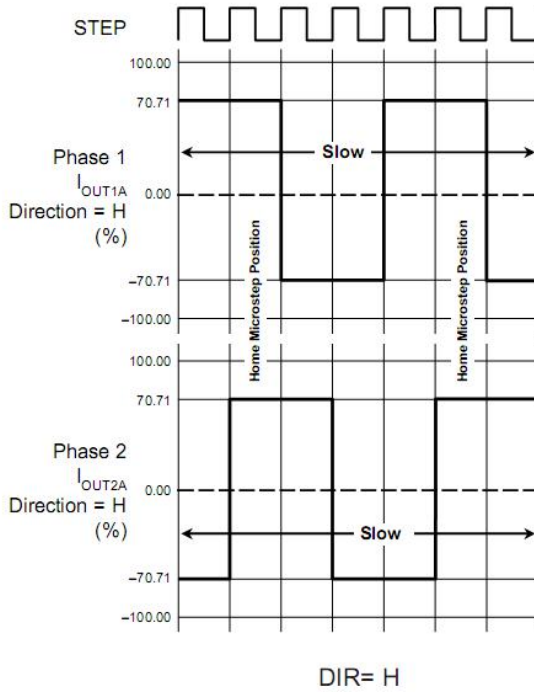

Figure 8. Decay Mode for Full-Step Increments
在上电或复位时,译码器将DAC和相电流的极性设为初始的Home状态(如图8~11所示),且两相的电流调节器均工作在混合衰减模式。当一个步进信号进入STEP端口,译码器自动将DAC排序进入下一电平和电流极性。(表2给出了电流台阶顺序)。微步细分精度由MS1和MS2输入组合确定,如表1所示。
**混合衰减操作:**当上电复位后正常工作时,根据ROSC的配置和步进顺序,H桥工作于混合衰减模式,如图8~11所示。在混合衰减期间,当达到预定值时,HR4985初始进入快衰模式,快衰减时间占固定关闭时间 $t_{OFF}$ 的31.25%。其后转为慢衰减直至固定关闭时间结束。时序框图在图7中呈现。
**复位输入(nRESET):**RESET输入(低电平有效)使得TRANSLATOR恢复初始状态(如图8~11所示),关断所有DMOS输出,此时STEP输入无效,直到RESET重新变为高电平为止。
**混合衰减操作:** 当上电复位后正常工作时, 根据 ROSC 的配置和步进顺序, H 桥工作于混合衰减模式, 如图 8~11 所示。在混合衰减期间, 当达到预定值时, HR4985 初始进入快衰模式, 快衰减时间占固定关闭时间  $t_{OFF}$  的 31.25%。其后转为慢衰直至固定关闭时间结束。时序框图在下页图中呈现。